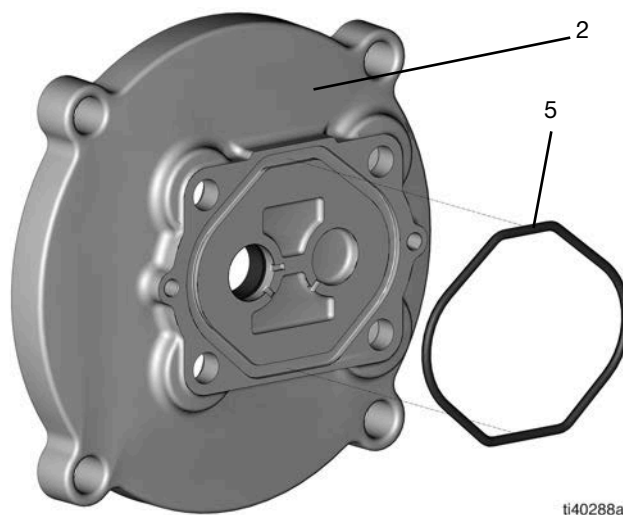

FIG. 28
2. Placez le joint torique (5) dans la rainure du couvercle de la plaque d'adaptateur (2) (FIG. 28).